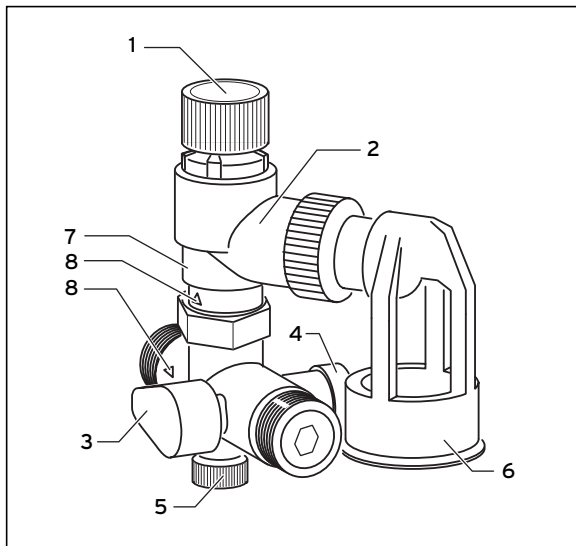

Fig. 3.1 Gruppo di sicurezza
Se non è installato un vaso di espansione per l'acqua sanitaria, quando il bollitore ad accumulo si riscalda dall'imbuto (6) della valvola di sicurezza (7) fuoriesce una quantità d'acqua che dipende dal contenuto d'acqua del bollitore ad accumulo e dall'aumento della temperatura (cfr. fig. 3.1).
Il rubinetto di intercettazione (3) interrompe l'alimentazione di acqua fredda al bollitore ad accumulo (cfr. fig. 3.1).